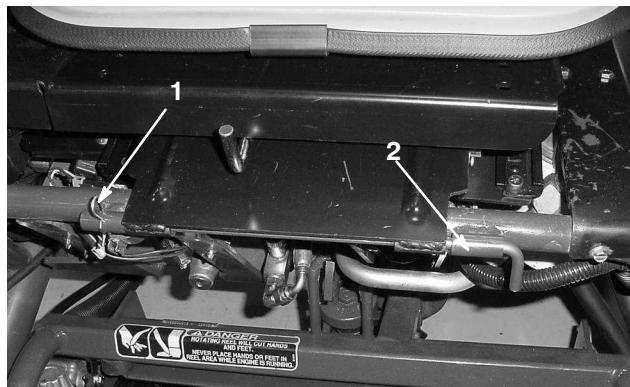

Bild 8
- Montieren Sie den Sitz in der Betriebsstellung (Bild 8). Setzen Sie die Sitzdrehstange und den Rollstift ein.